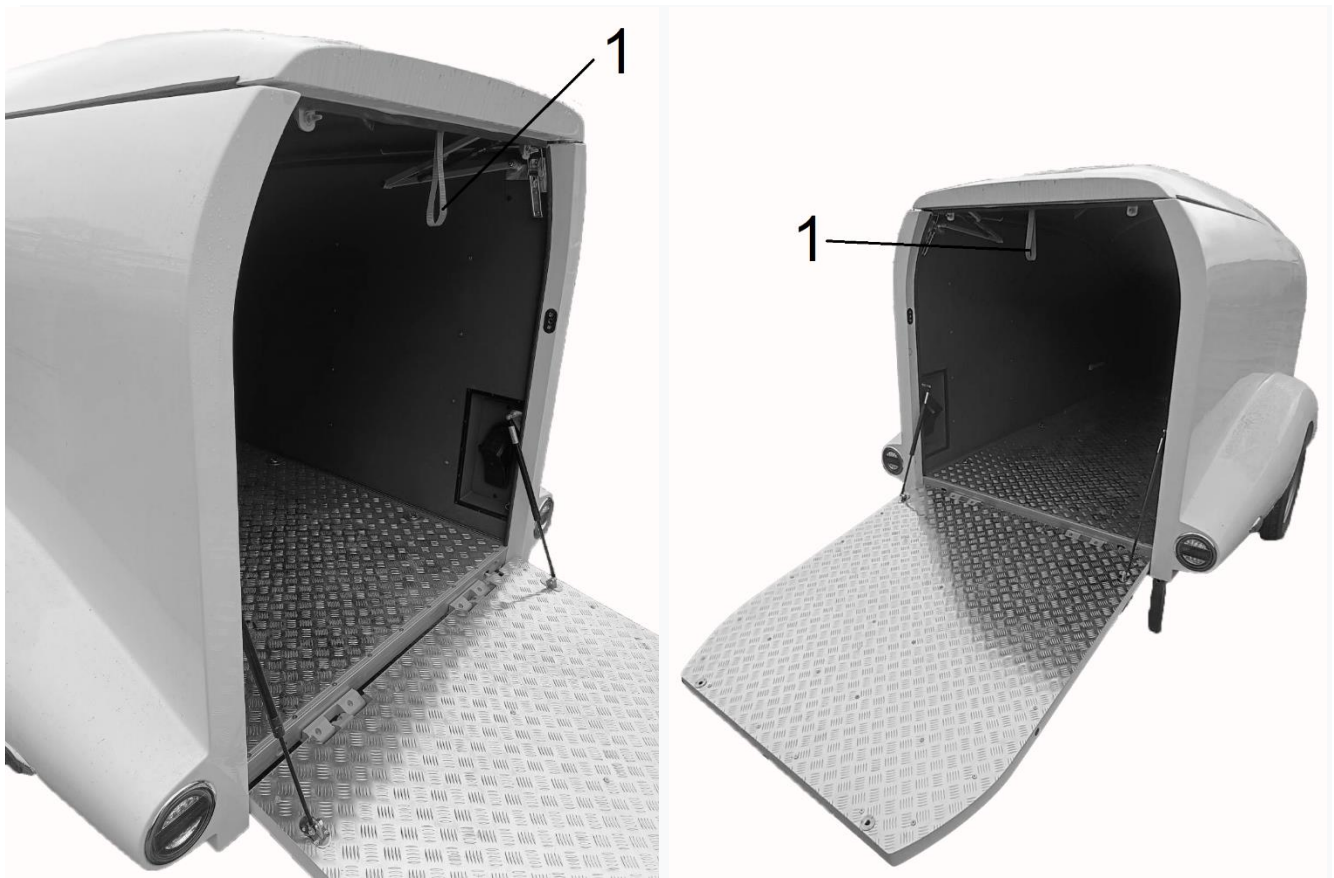

Рис.4.12 – Ручка даху
1. Опустити дах причепа за допомогою спеціальної ручки(1) (рис. 4.12) до контакту посадочних конусів даху із центруючими направляючими;